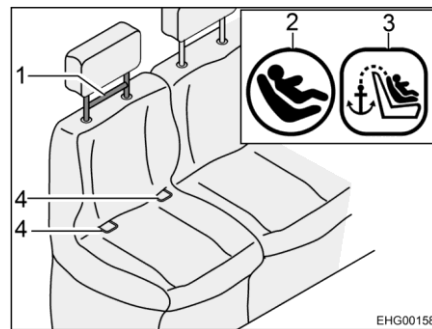
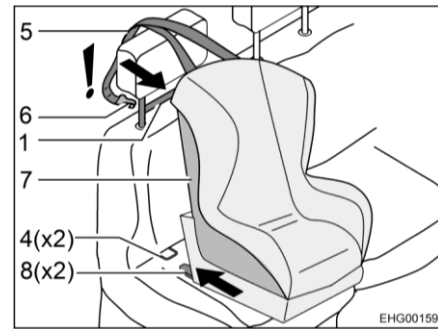

Fig. 20 Asiento con Isofix
Fig. 21 Fijación con Isofix
Los asientos del vehículo apropiados para Isofix tienen el símbolo Isofix (Fig. 20,2). La situación del Top Tether también está marcada con un símbolo (Fig. 20,3).
- Encajar los brazos de enganche (Fig. 21,8) en los puntos de anclaje (Fig. 20,4). En esto, se deberá oír un clic distintivo.
- Con un fuerte tirón verificar que el asiento infantil (Fig. 21,7) esté firmemente fijado.
- Pasar la correa Top Tether (Fig. 21,5) sobre el reposacabezas del asiento del vehículo.
- Enganchar el gancho de fijación (Fig. 21,6) en el Top Tether (Fig. 20,1).